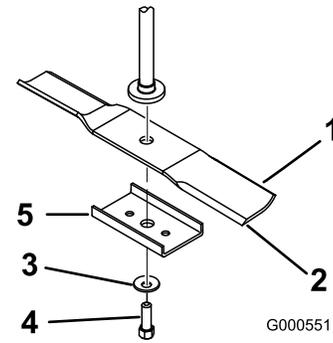

Figure 43
Tenez la lame à son extrémité avec un chiffon ou un gant épais. Enlevez de l'axe le boulon, la rondelle bombée, le renfort et la lame de l'axe (Figure 43).
1. Placez la lame sur l'axe (Figure 43).
- Montez le renfort, la rondelle bombée (face concave vers la lame) et le boulon de lame (Figure 43).